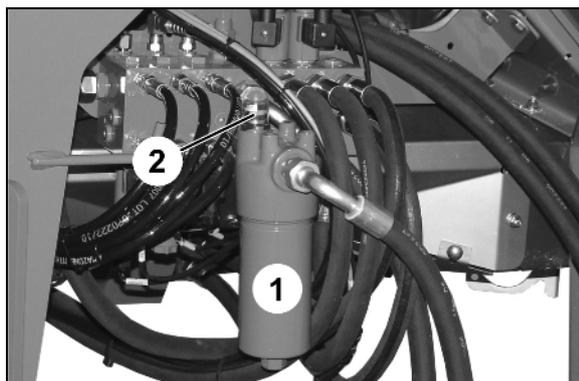

Fig. 27
5. Rodillos de frenado dirigibles (Fig. 27/) delante
- o montar y asegurar mediante el pasador clavija (Fig. 27/1),